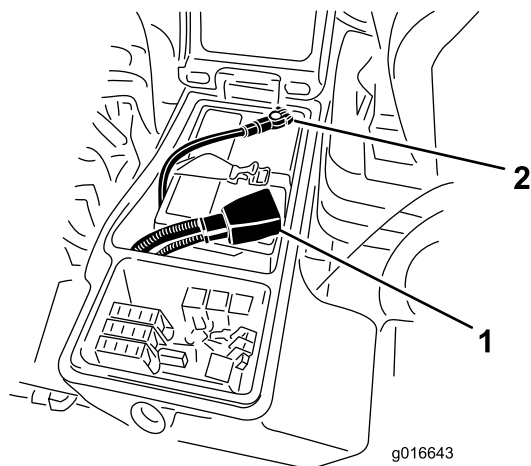

图 58
6. 将正极红色接线连接到正极 (+) 电池端子负极黑色接线连接到负极 (-) 电池端子 (图 58)。